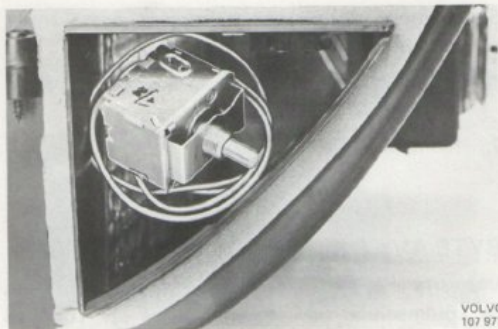

Bild 75. Placering av termostat i förångaraggregatets öppning
4. Linda ihop termostaten och känselkroppen så att den kan skjutas in genom luftkanalen till utrymmet framför förångaren (bild 75).